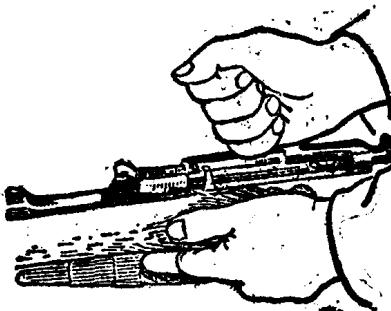

图2. 拉下枪机
1. 取下枪机：左手食指扣扳机，同时右手轉开并拉下枪机。(图2)